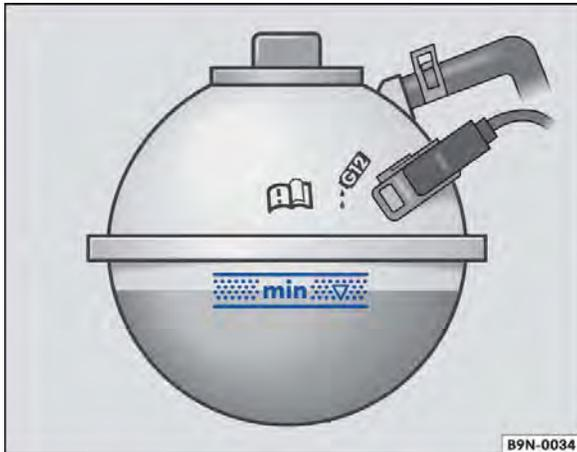

Fig. 201 No compartimento do motor: marcação no reservatório do líquido de arrefecimento do motor.
- Com o motor frio, verificar o nível do líquido de arrefecimento do motor pela marca lateral do reservatório de expansão do líquido de arrefecimento do motor \Rightarrow Fig. 201.
- O nível do líquido de arrefecimento do motor deve permanecer dentro da marcação do reservatório \Rightarrow Fig. 201. **Não completar acima da borda superior da área demarcada** \Rightarrow .
- Abastecer com líquido de arrefecimento do motor somente até a borda superior da faixa marcada ⇒ Fig. 201. Caso contrário, ao aquecer-se, o líquido excedente será expulso do sistema de arrefecimento do motor e poderá ocasionar danos.